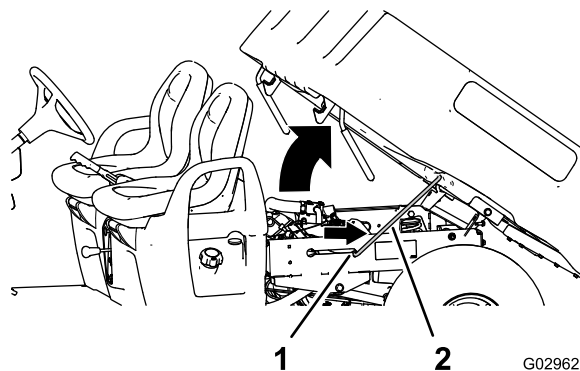

Figura 19
2. Tire de la varilla de sujeción hasta que entre en la muesca de retención para sujetar la plataforma (Figura 19).
2. Extraiga la varilla de sujeción de la muesca de retención (Figura 19).
3. Baje la plataforma hasta que se enganche firmemente en su sitio (Figura 19).